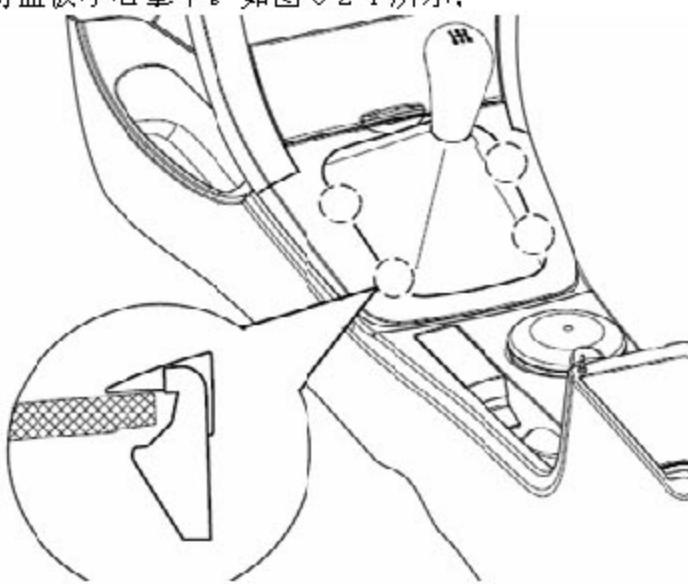

图 6-2-2 换挡操纵机构盖板组件和防尘罩
- 3).对于使用手动挡的车辆，将盖板组件从副仪表板上拆下后，还需将防尘罩从盖板上拆下，最后再小心拿下换挡操纵机构盖板。图 6-2-2 为换挡操纵机构盖板组件与防尘罩的四处配合结构。如图 6-2-2 所示：